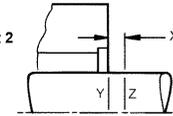

Рисунок 2
- После установки вала в рабочее положение пометьте вал в точке "Y" на одной линии с передней поверхностью камеры уплотнения. Затем пометьте вал в точке "Z" на полученном расстоянии "X" от поверхности камеры уплотнения (рис. 2). Эта вторая отметка "Z" является базовой точкой для измерения рабочей длины уплотнения (L3).